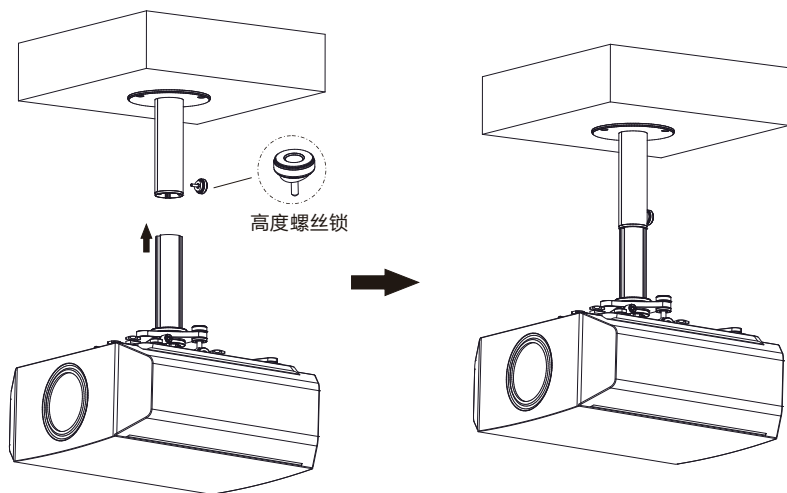

图 6
6. 投影机安装完成后，将整体通过副杆往上套入到主杆中，如图 6 所示；用高度螺丝锁嵌入到主杆中，旋紧固定。安装完成。